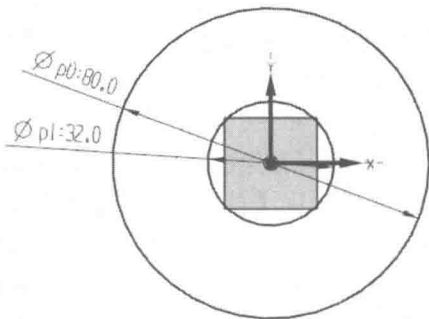

图 1-2-11 添加尺寸约束
(4) 添加尺寸约束。在【草图工具】工具条中选择 （自动判断尺寸）按钮，按照图 1-2-11 所示的尺寸进行标注， $p0=80$ ， $p1=32$ ，此时草图曲线全部转换成绿色，表示已经完全约束。